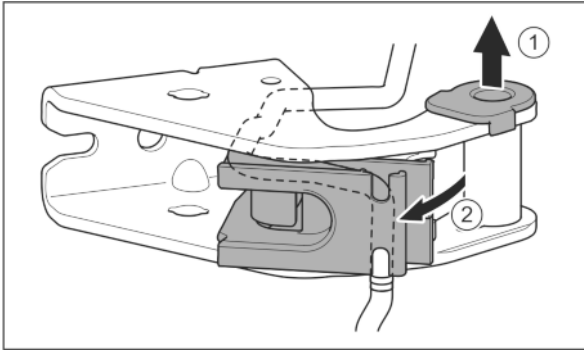

Fig. 24
- ▶ Húzza ki a csapágyperselyt a vezetősínből. Fig. 24 (1)
- ▶ Fordítsa ki a kábeltartót. Fig. 24 (2)